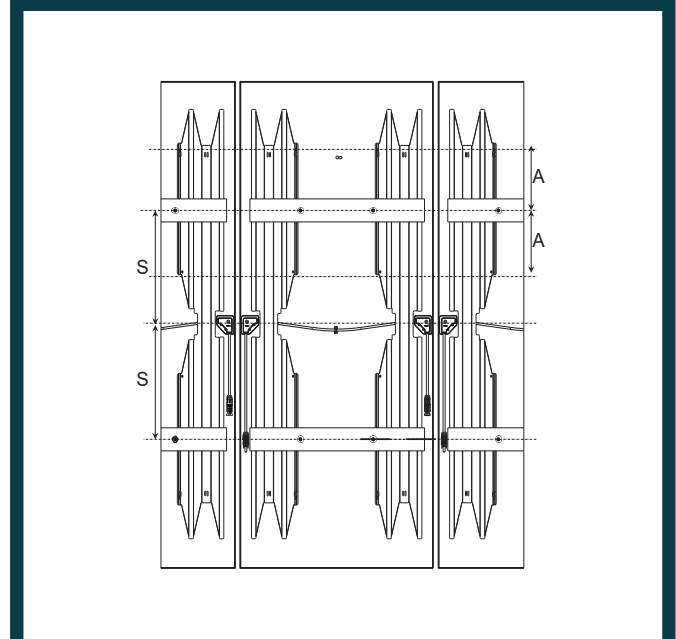

Abb. 2: Modulrückseite mit „Hook-In“ Montage inklusive Fügeelemente
- Die Klemmenposition für die maximale mechanische Beanspruchbarkeit befindet sich in der Mitte der Montagelippe des jeweiligen Bereichs der Rückenschiene (Abb. 2). Diese wird von AVANCIS für die Montage empfohlen. Bei einer Abweichung von der mittigen Klemmposition ist die allgemeine bauaufsichtliche Zulassung Z-70.1-224 bezüglich der Belastbarkeit der PV-Module zu beachten. Weitere Informationen können bei AVANCIS oder dem Deutschen Institut für Bautechnik erfragt werden.
- Die Klemmen sind doppelt symmetrisch auf den Montagelippen der Rückenschiene anzuordnen. Die Symmetrielinien bilden dabei die gedachten Mittellinien parallel zur langen als auch zur kurzen Kante des PV-Moduls (exemplarisch in Abb. 2 für „Hook-In“ Montage im Hochformat).